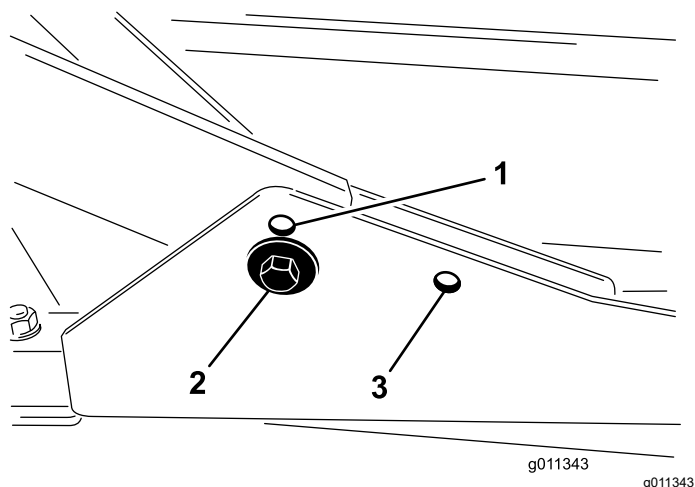

Рисунок 16
1. Для высоты скашивания в диапазоне от 2 до 7,6 см переднюю несущую раму следует закрепить в нижних передних монтажных отверстиях (Рисунок 16).
2. Для высоты скашивания в диапазоне от 6,3 до 10 см переднюю несущую раму следует закрепить в верхних передних монтажных отверстиях (Рисунок 16).
Задняя режущая дека крепится в задних монтажных отверстиях для любой высоты скашивания (Рисунок 16).